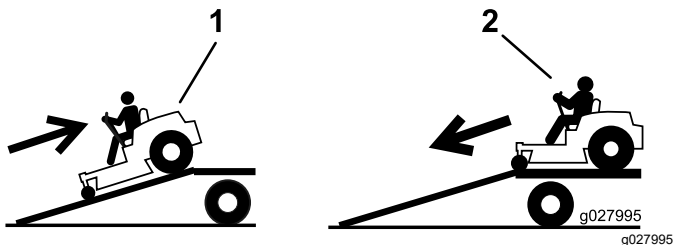

Figure 32
4. Montez la rampe en marche arrière (Figure 32).
2. Descendez la rampe en marche avant (Figure 32).